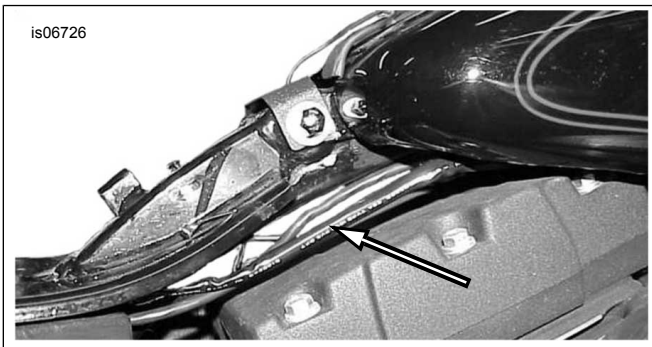

Figura 31. Traseu fir transmițător către far (Dyna)
1. Consultați Figura 31. Folosiți curele de cablu din kit pentru a fixa firul rămas (alb) al transmițătorului și circuitul la firele vehiculului care duc la far. Ridicați rezervorul de combustibil. Introduceți firele sub rezervor către far.